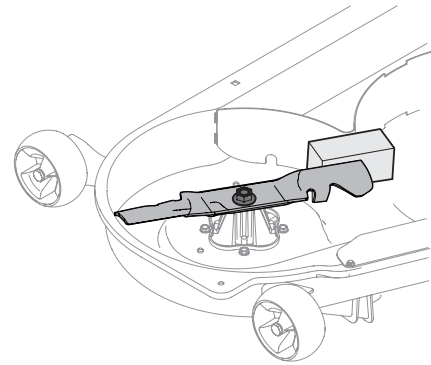

Fig. 2
3. Estabilice una de las cuchillas de corte con una herramienta de bloqueo de cuchillas o un bloque de madera. Consulte la Fig. 2.